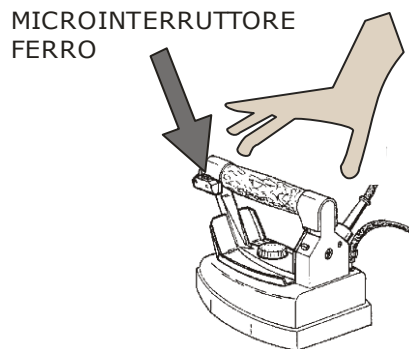

Fig. 4
1. Passare il ferro da stiro sui capi da stirare, premendo ad intervalli il microinterruttore del ferro (fig. 4) per far uscire il vapore.